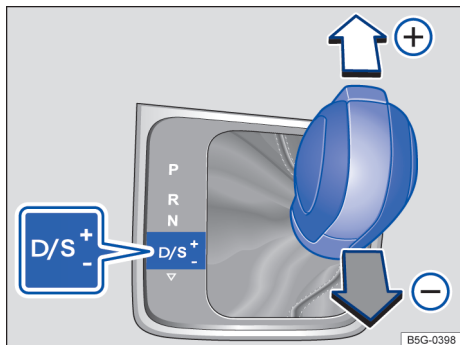

Fig. 96 Alavanca seletora na posição Tiptronic.
- Mover a alavanca seletora para frente (+) ou para trás (-) para aumentar ou diminuir a marcha → Fig. 96.